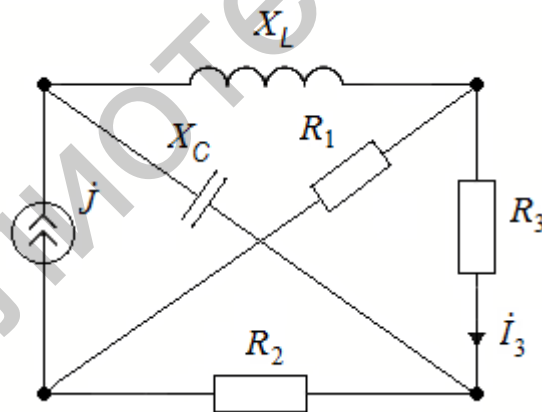

Рис. 187
1. В схеме на рис. 187 определить ток \dot{I}_{R_3} методом эквивалентного генератора, если $\dot{J} = 12,6e^{j18^\circ 30'}$ А; $X_L = 8$ Ом; $X_C = 4$ Ом; $R_1 = 8$ Ом, $R_2 = 4$ Ом; $R_3 = 2,4$ Ом.